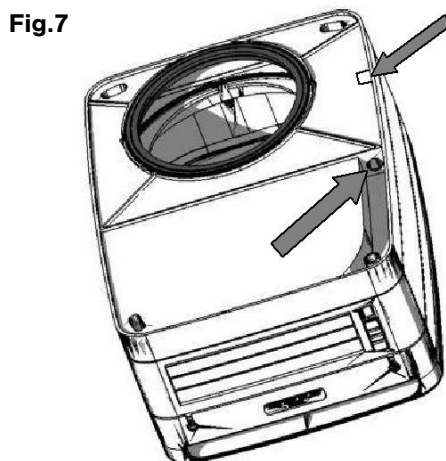

Fig.7
- 6) Passez le câble basse tension flexible provenant de l'alimentation à travers l'une des entrées arrière ou latérales selon le besoin. Faites-le ensuite passer par la porte. (Fig. 7 & Fig. 8).